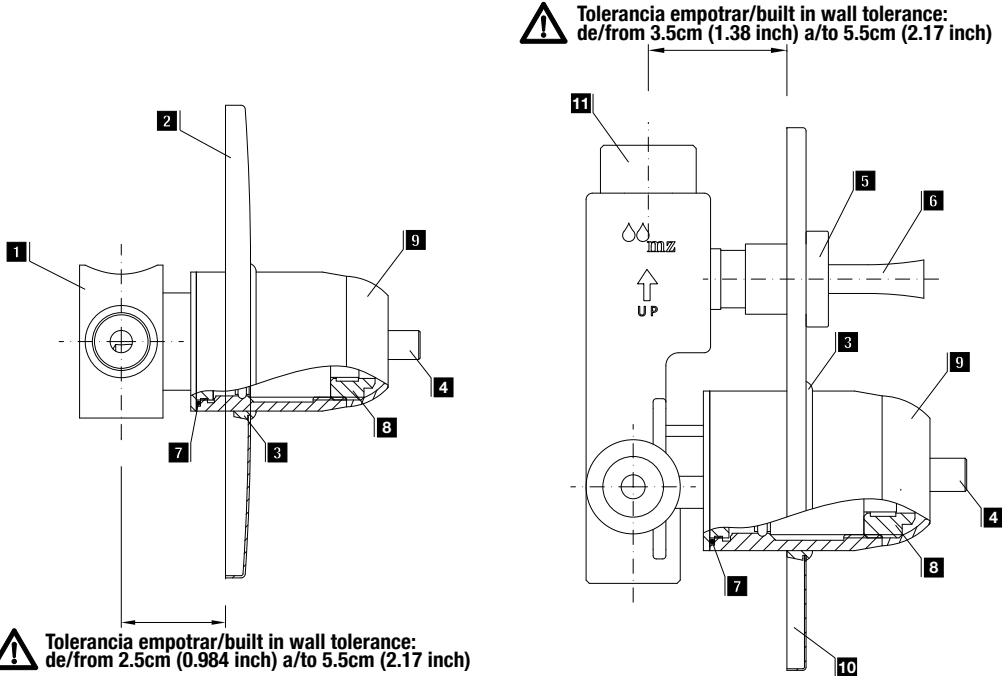

Fig.3
2) Realice la conexión a las tuberías del cuerpo monomando empotrar (1 u 11) **teniendo en cuenta las tolerancias de empotrado (Fig.3)**. Instalar el cuerpo según la figura, con la flecha marcada en la válvula señalando hacia arriba. El agua caliente se conecta a la izquierda y el agua fría a la derecha. Use teflón o compuesto para tuberías en todas las conexiones de rosca. Tenga la precaución de no quitar la protección de plástico mientras no haya terminado la instalación con el fin de evitar posibles defectos en la manipulación.
2) Connect water supply lines to built in wall single lever body (1 or 11) **taking into account the recommended built in wall tolerance (Fig.3)**. Install the valve body with the arrow pointing up. Hot water to left and cold water to right. Use teflon tape or pipe compound on all threaded connections. Take care not to remove the plastic protection until installation is finished in order to avoid any damage in the trim.